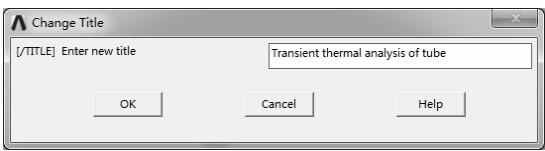

图 8-136 “Change Title”对话框
2) 选择“Utility Menu>File>Change Title”命令，弹出“Change Title”对话框，修改标题为“Transient thermal analysis of tube”，如图 8-136 所示。单击“OK”按钮完成修改。